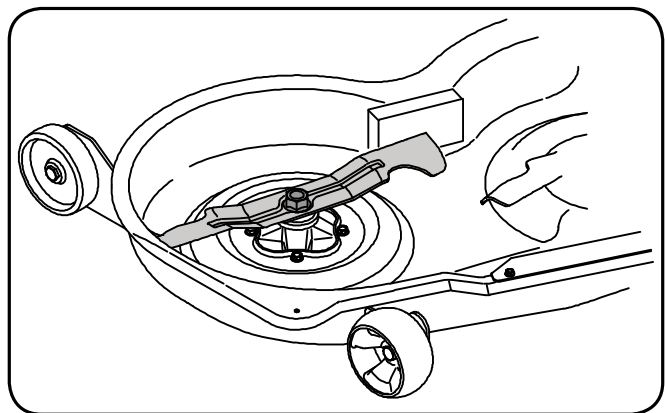

Figure 7-9
2. Placez une cale de bois entre le déflecteur au milieu du plateau et la lame pour faciliter le desserrage de l'écrou à six pans qui retient la lame. Voir la Figure 7-9.
3. Retirez l'écrou à bride à six pans qui maintient la lame sur la base de la fusée. Voir la Figure 7-9.